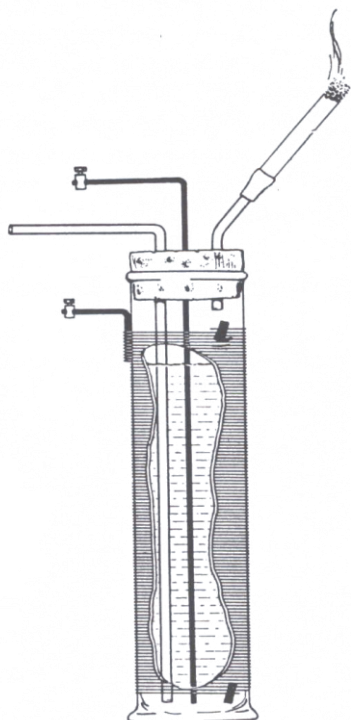

Figura 2. Precipitador Cottrell, ou precipitador eletrostático, usado na remoção de partículas e de fumaça em ambiente.
11.3.3 Utilização do Precipitador Cottrell (Figura 2):